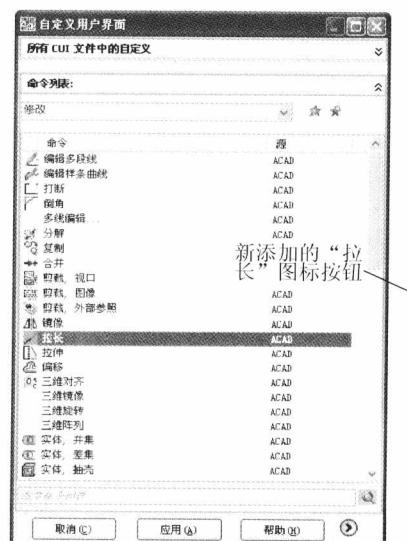

图 1-4 在现有工具栏中添加按钮
(2) 在现有工具栏中添加图标按钮的方法:单击工具栏下拉菜单最后一项“自定义”或“视图”下拉菜单→“工具栏”,打开“自定义用户界面”窗口,并在“命令”栏中找到所添图标按钮的名称,将该命令拖放到现有工具栏即可。图 1-4 所示为把“修改”类型中的 $\checkmark$  拉长命令添加到“修改”工具栏中。